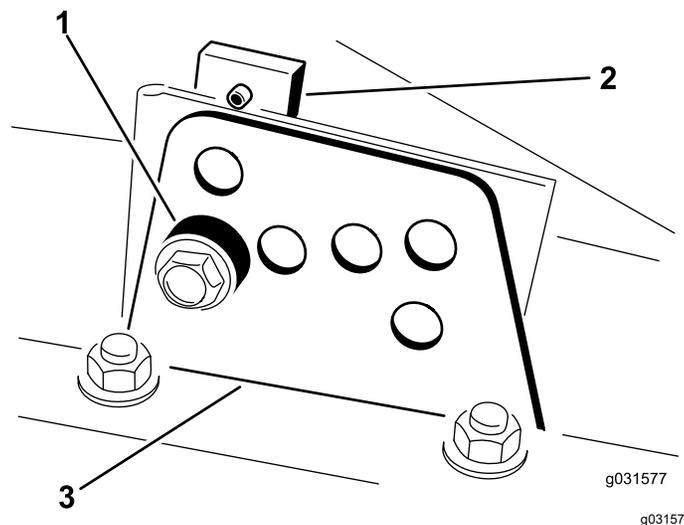

Bild 18
- Lockern Sie die Schrauben, mit denen die Schnitthöhenhalterungen an der Schnitthöhenplatte (vorne und an beiden Seiten) befestigt sind, siehe (Bild 18).
- Entfernen Sie das Distanzstück, während Sie gleichzeitig die Kammer abstützen (Bild 18).